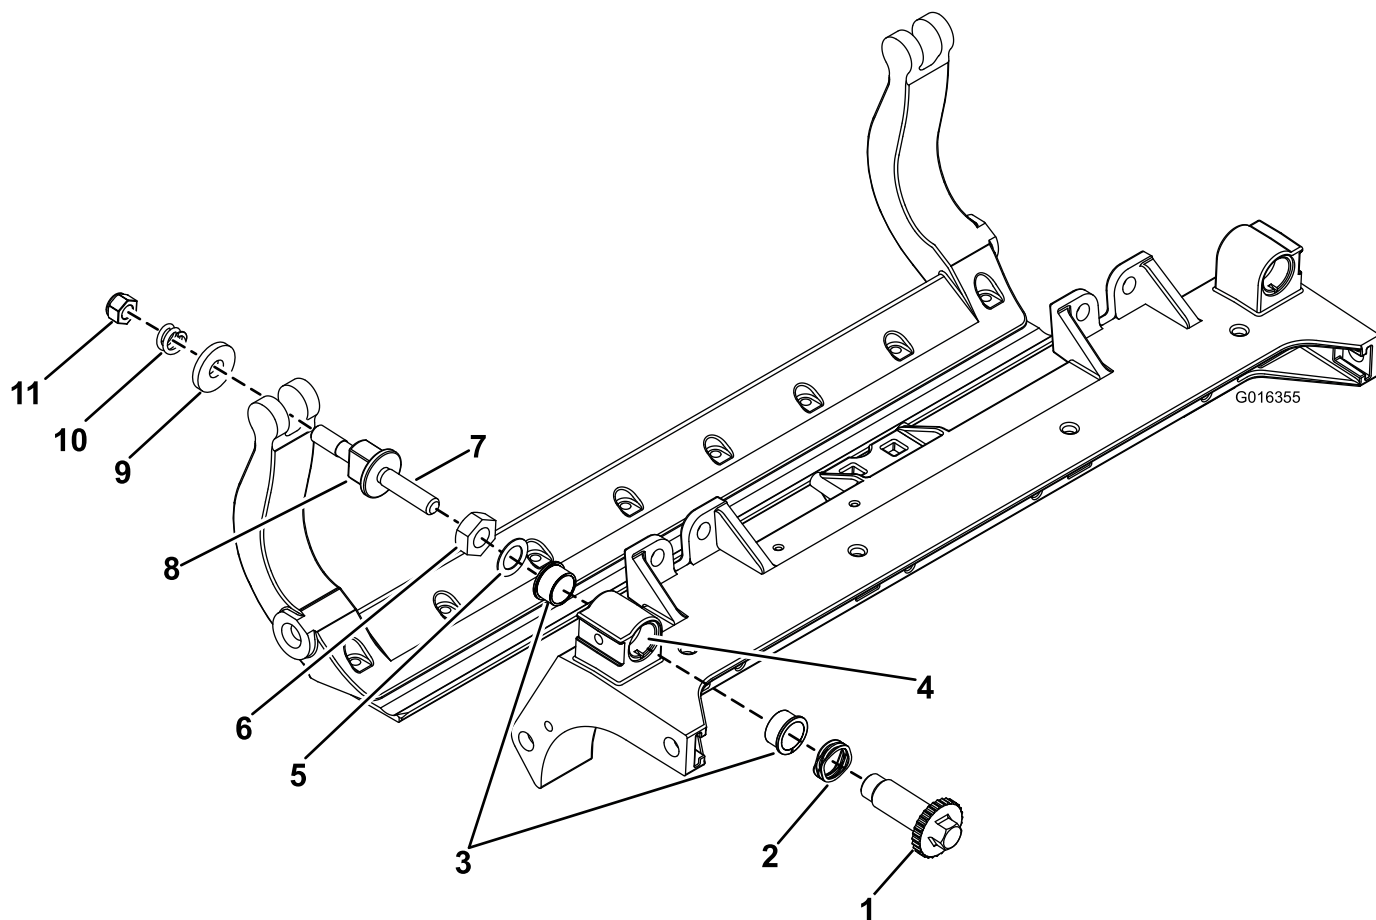

Рисунок 33
1. Снимите все детали; см. *Инструкцию по установке* для HD комплекта DPA, модель 120-7230, и Рисунок 33.
2. Нанесите противозадирный состав на внутреннюю поверхность втулки на центральной раме режущего блока (Рисунок 33).
3. Совместите выступы фланцевых втулок с прорезями в раме и установите втулки (Рисунок 33).
4. Установите волнистую шайбу на вал регулятора и вставьте вал регулятора во фланцевые втулки, установленные в раме режущего блока (Рисунок 33).
5. Закрепите вал регулятора с помощью плоской шайбы и контргайки (Рисунок 33). Затяните контргайку с моментом от 20 до 27 Н·м.
- B. На нейлоновые шайбы установите стальные шайбы (Рисунок 33).